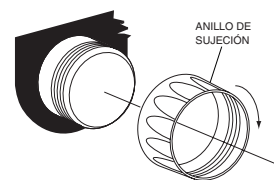

Figura 2
6. Apriete el anillo de sujeción en el indicador en sentido horario hasta que el indicador esté apretado en el tablero. Apriete el anillo de sujeción **SOLO CON LA FUERZA DE LA MANO** (véase la Figura 2).